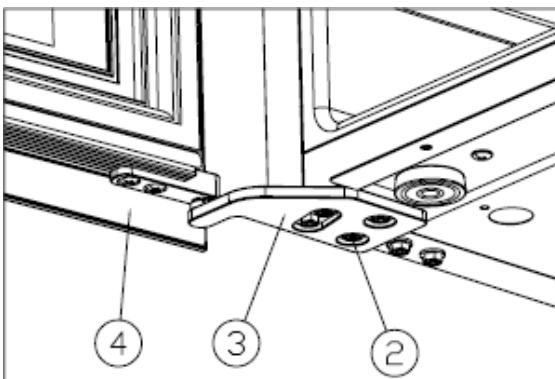

Рисунок 5
Установите правую верхнюю петлю (3) и затяните их винтами 5\*16 (2). [Рисунок 5]